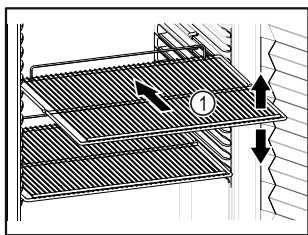

Fig. 18 Representación a modo de ejemplo
- ❑ Si los estantes Fig. 18 (1) se pueden mover, ajustarlos según la altura.